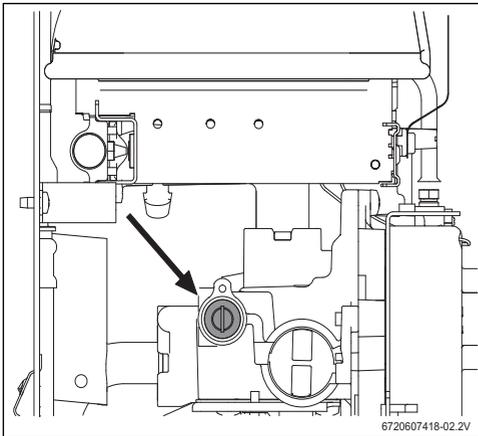

Fig. 15 Vis de réglage du débit maximal du gaz
- Retirer le joint de la vis de réglage (fig. 15).
- A l'aide de la vis de réglage (fig. 15), régler la pression jusqu'à ce que les valeurs indiquées dans le tableau 7 soient obtenues.